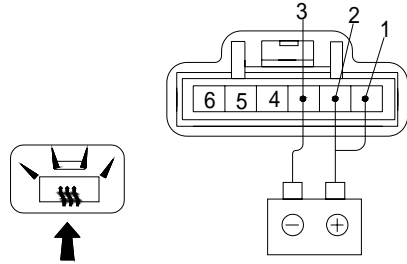

图 10-10-5 检查除霜器开关指示灯和定时器的工作情况
(3) 检查除霜器开关指示灯和定时器的工作情况。如图 10-10-5 所示, 将蓄电池正极与除霜器开关端子 1、2 相连, 负极与端子3相连, 按下除霜器开关, 除霜器开关指示灯应亮12-18s后熄灭。若工作不符合要求, 则应更换除霜器开关。